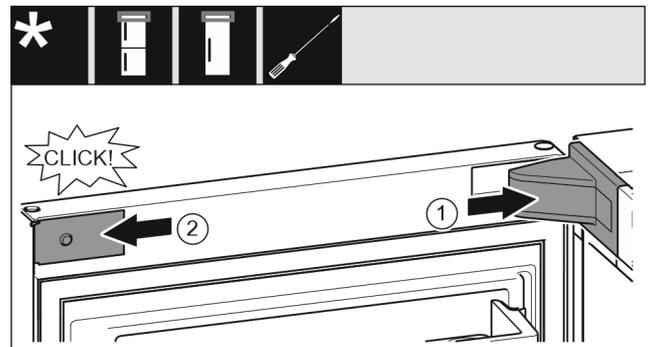

Fig. 24
- ▶ Stavite pokrov podloška ležaja Fig. 24 (1) i pustite ga da se uglavi, po potrebi ga oprezno razdvojite.
- ▶ Postavite masku Fig. 24 (2) bočno i uglavite je.